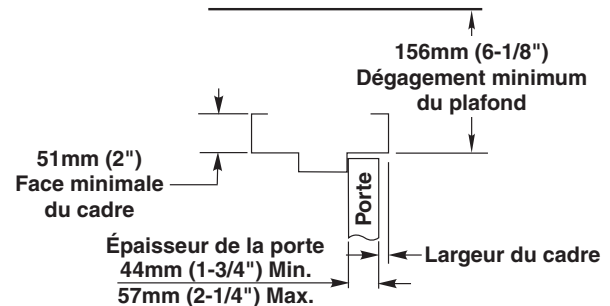

Figure 1
Se familiariser avec les composants et les fixations de l'opérateur. Il est recommandé de conserver les composants dans leur boîte jusqu'à leur installation. Vérifier qu'il y a un dégagement minimum au plafond pour l'installation de l'opérateur avant de procéder. (Figure 1)
1. S'assurer que la largeur du cadre est au maximum de 3mm (1/8"). (Figure 1)